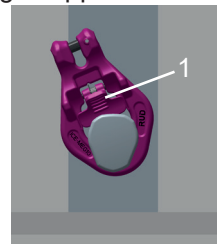

Abb. 4: IMEG in Poller eingehängt
1. Öffnen Sie die Sicherungsklappe (1) des Mulden-Einhängegliedes und hängen Sie es in den Muldenzapfen ein. Die Sicherungsklappe schließt automatisch (Abb. 4). Sie muss hinter der Stirn des Muldenzapfens geschlossen sein.